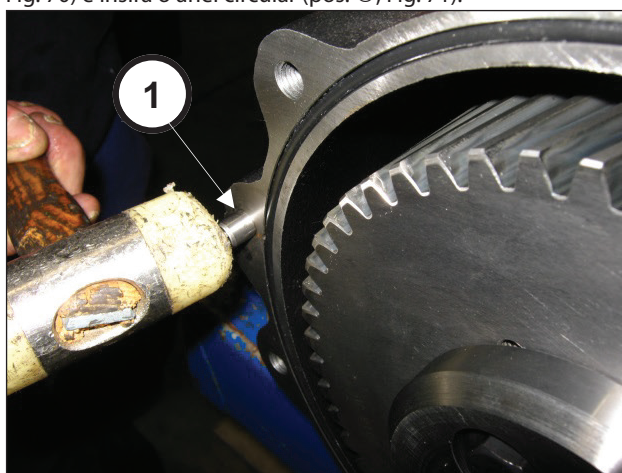
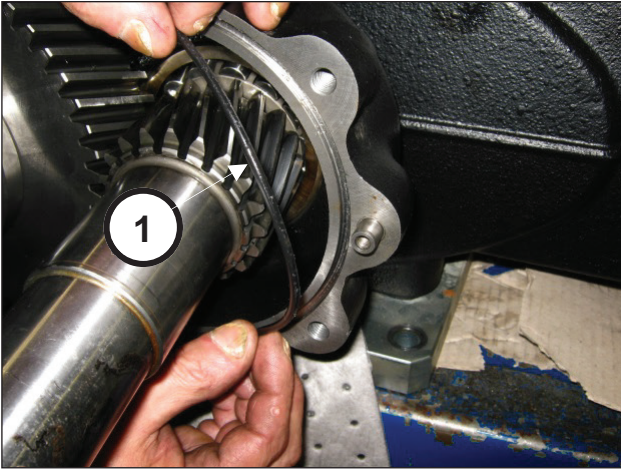

Fig. 70
Fig. 71
Coloque os 2 pinos de  $\varnothing 10 \times 24$  na caixa do redutor (pos. ①, Fig. 70) e insira o anel circular (pos. ①, Fig. 71).